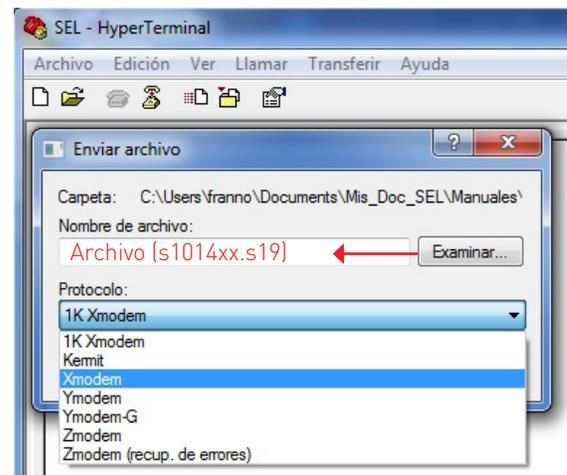

Figura 3. Seleccione la opción Xmodem y el archivo a enviar
d) Seleccione la opción Xmodem del menú de Protocol y seleccione el archivo a enviar (s1014xx.s19) con el explorador Browse, tal y como se indica en la Figura 3.